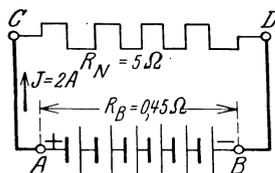

Abb. 4. Schaltung zu Aufgabe 35.
35. Eine Batterie von 6 [15] hintereinandergeschalteten Elementen (Abb. 4) derselben Art liefert in einen äußeren Stromkreis von 5 [8] Ω Widerstand einen Strom von 2 [2,5] A. Der